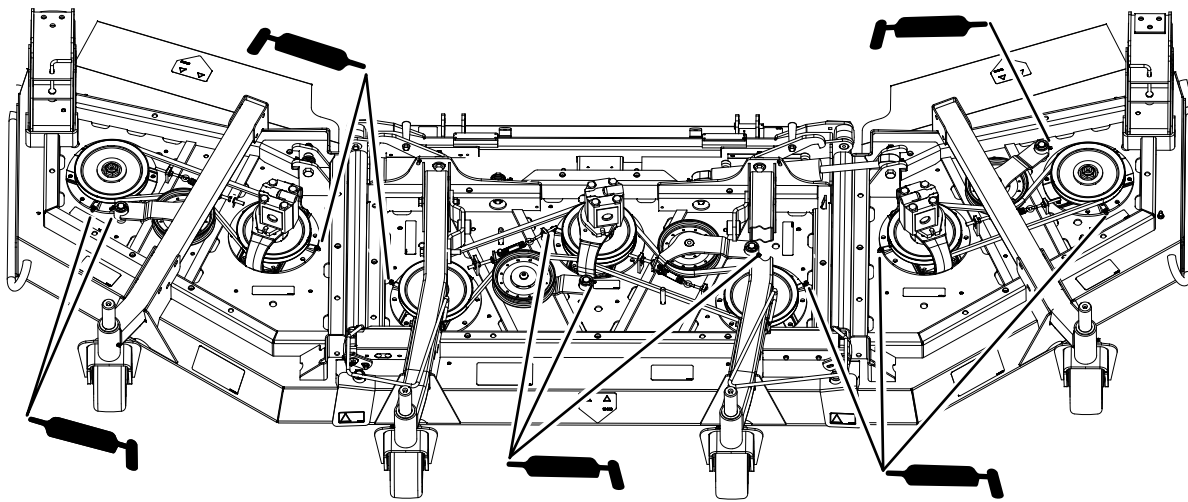

Bild 51
- Drei Spindelwellenlager (unter der Riemenscheibe) (Bild 51)
- Zwei Spannarm-Drehbüchsen (Bild 51)